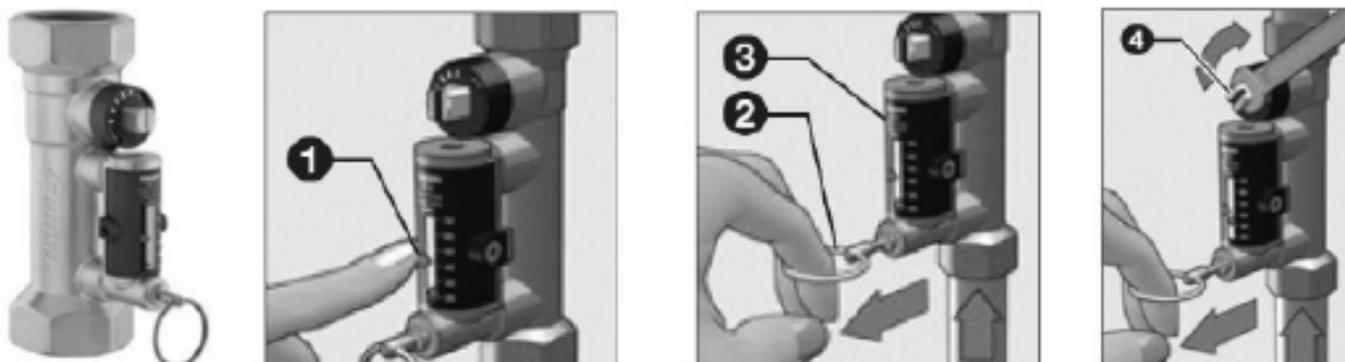

Figure 2: balancing valve with flow meter adjustment: set red indicator to reference flow rate (1), pull the ring to open the obturator.
2. Metal pad adiabatic controller (Dixell - iPro series): it is used an intermittent flow method, that is, supplying not continuous water flow to the pads with an amount of water which is at least double the theoretical absorbed one by air humidification process. The water flow rate has to be set using the supplied balancing valve: a minimum value of 471 l/(h m) multiplied by the pads total length (measured in meters, m) is suggested to suitably and completely wet the metal pad. In Figure 2 flow rate adjustment procedure is described: set red indicator to reference flow rate (1), pull the ring to open the obturator (2), keeping the obturator open, apply a wrench on the control stem of the valve to adjust the flow rate (4) indicated by the metal ball that runs inside the transparent guide.
2. Adiabatische Steuerung mit Metallpad (Dixell - iPro-Serie): Es wird ein intermittierendes Strömungsverfahren verwendet, d.h. es wird den Pads ein nicht kontinuierlicher Wasserstrom mit einer Wassermenge zugeführt, die mindestens doppelt so groß ist wie die theoretisch durch den Luftbefeuchtungsprozess absorbierte. Der Wasserdurchfluss muss über das mitgelieferte Ausgleichsventil eingestellt werden: Es wird ein Mindestwert von 471 l/(h m) multipliziert mit der Gesamtlänge des Pads (gemessen in Metern, m) vorgeschlagen, um das Metallpad angemessen und vollständig zu benetzen. In Abbildung 2 ist das Verfahren zur Einstellung der Durchflussmenge beschrieben: Setzen Sie die rote Anzeige auf den Referenzdurchfluss (1), ziehen Sie den Ring, um den Schieber (2) zu öffnen, halten Sie den Schieber offen, drücken Sie einen Schraubenschlüssel in die Steuerspindel des Ventils, um den Durchfluss (4) einzustellen, der durch die Metallkugel angezeigt wird, die innerhalb der transparenten Führung verläuft.